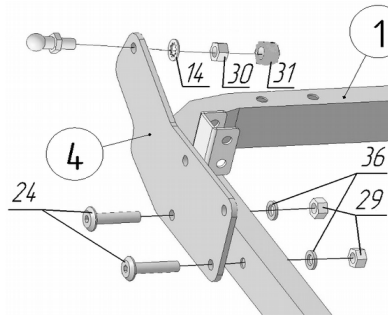

Рис.9.1 Слева
5. Присоединить к раме кровати задней поз.1 кронштейн поз.4., используя винты М8х35 поз. 24, шайбы Ø8 поз.36 и гайки М8 со стопорным кольцом поз.29 (см.рис.9.1, 9.2).
6. Установить в отверстие кронштейна поз.4 палец опорный газлифта, отсоединённый по пункту 2 данной инструкции, используя стопорную шайбу поз.14, гайку М8 ГОСТ поз.30. Надеть колпачок пластмассовый большой поз.31 (см.рис.9.1 и 9.2).